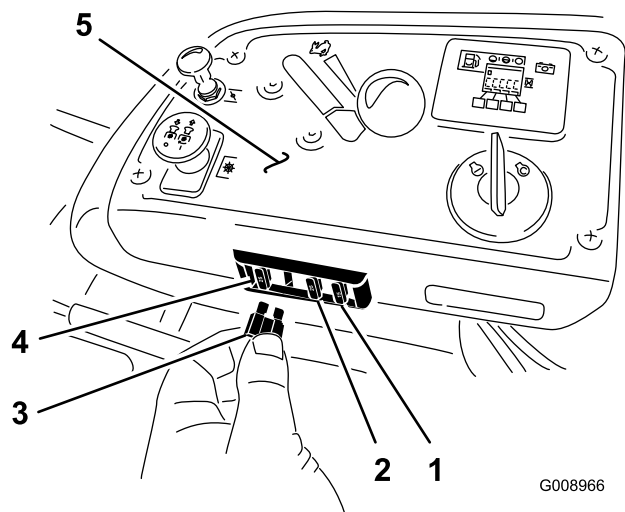

Figura 58
Los fusibles están situados en la consola, a la derecha del asiento (Figura 58).
2. Instale un fusible nuevo (Figura 58).